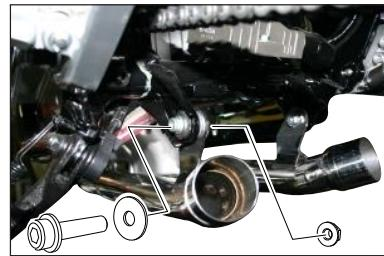

図. 5
- ③ フロントパイプ後方のパイプステーを仮組みします(図. 5)